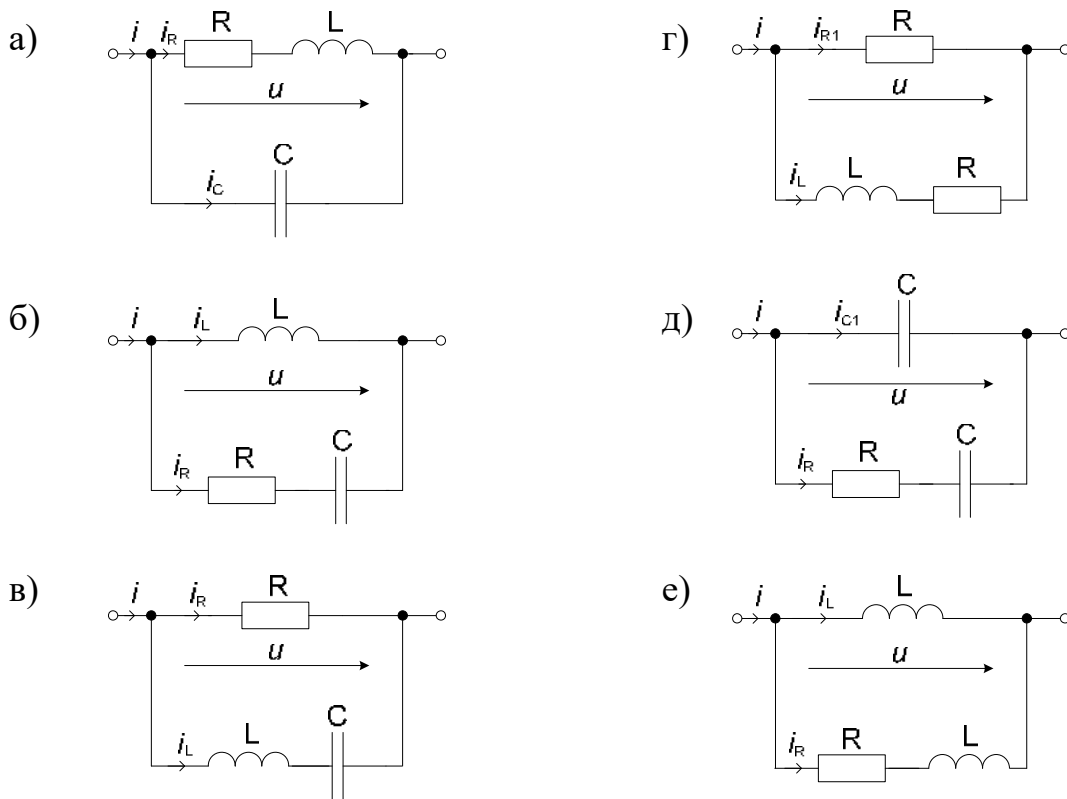

Рис. 64. Электрические схемы (задание 4)
1. Для электрической цепи (рис.64) выполнить задание, указанное в табл. 10 (параметр G -проводимость элемента) и построить векторную диаграмму токов и напряжений.